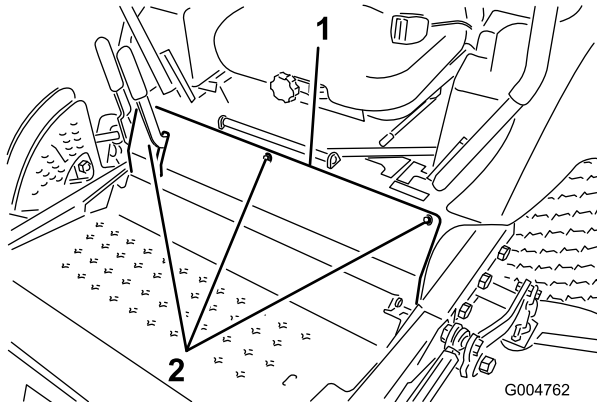

Bild 54
2. Nehmen Sie die Schrauben ab, mit denen die Frontplatte befestigt ist, und nehmen Sie sie ab (Bild 54).